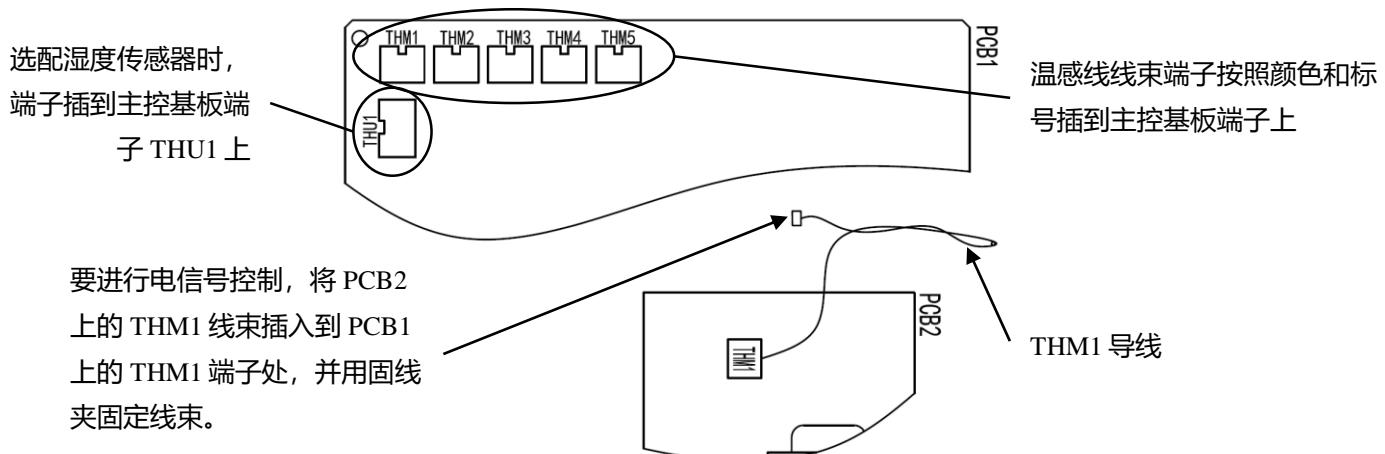

图 6.15 端子安装示意图
- (1) 膨胀阀线圈的连接必须按照1-5的数字进行对接。如果膨胀盒所配的导线不够长, 请确保进行适当延长, 避免感应失真, 且对接头进行适当的绝缘和防水处理, 防止产生电气故障。
- (2) 电信号端子 (V/A, GND) 连接到现场提供的控制器。要进行电信号控制, 需要连接PCB2 THM1的导线, 参见第6章中的图6.15。
- (3) 有关输入信号的定义, 参见技术手册第18.2章。尽可能使输入信号导线短。不要沿交流220V~AC415V电源线装设导线。在距离30cm处单独装设导线。如果沿电源线装设导线, 将导线插入金属穿线管中, 并将导线一端接地。
- (4) 有关输出信号的定义, 参见技术手册第18.2章。确保允许电流在限制范围内。
- (5) 对传输电路使用屏蔽电缆并将其接地。
- (6) 温度传感器电缆应置于电源线50mm处的地方。未遵照本指示可能导致电气噪音引起的故障。
- (7) 如果风扇电机警报信号的L2、N2打开, 会出现警报。出厂前已短接。
- (8) 确保允许电流在限制范围内。
- (9) 电预热和电加热采用1: 2的分级控制, 接线时请按照分档顺序连接。
温度传感器，湿度传感器，电信号控制接线在主控基板侧的连接详见下图 6.15：